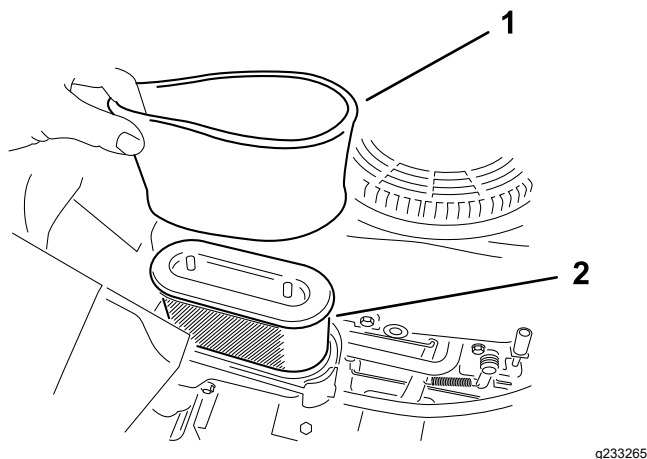

Figure 39
5. Retirez délicatement les éléments en mousse et en papier du boîtier du filtre à air (Figure 39).
Remarque: Remplacez-le s'il est très encrassé (Figure 39).
1. Placez l'élément en mousse sur l'élément en papier (Figure 39).